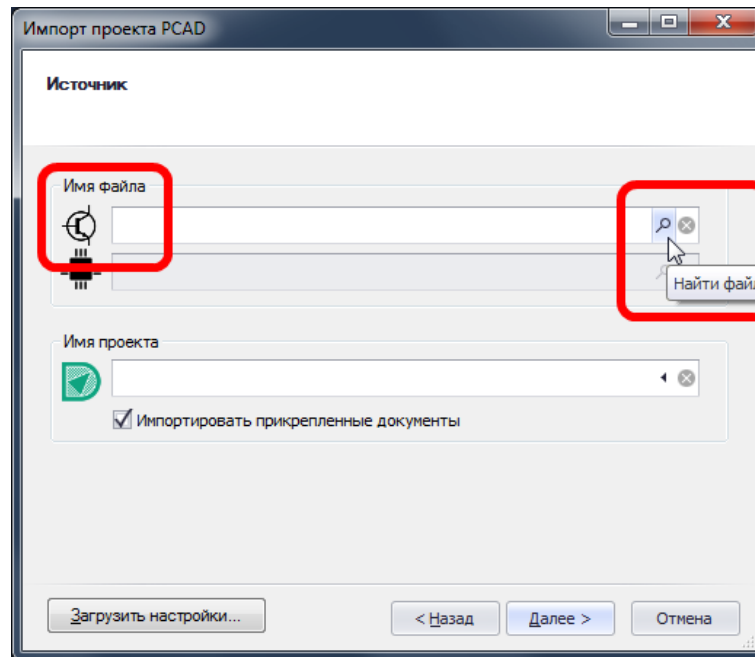

Рис. 358. Выбор файла для импорта
2. В следующем окне выберите файл импортируемой схемы. Для этого в поле «Имя файла» нажмите на кнопку  «Найти файл», в строке, отмеченной значком , см. Рис. 358.